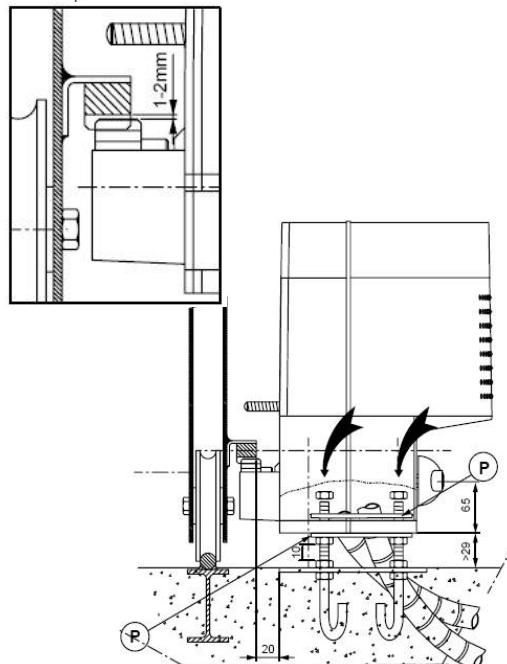
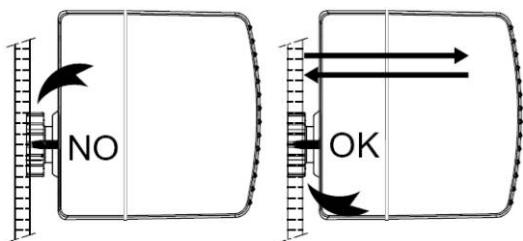

рис. 6
рис. 10
Подождите, пока бетон затвердеет, затем закрепите редуктор на пластине с помощью приложенных гаек и винтов как указано на рис.6:
- Установите две верхних пластины Р (рис. 6) и закрутите 4 блокировочных гайки моторедуктора.
Если движение створки не прямолинейно, отцентруйте крепежи линейки по отношению к звездочке вставками (рис. 10).
Отрегулируйте высоту моторедуктора так, чтобы образовался зазор приблизительно 2 мм между звездочкой и линейкой (рис. 6). Для этого отвинтите приблизительно по 2 мм четырех гаек M10 под моторедуктором и, затем зафиксируйте 4 верхних гайки. Убедитесь в параллельности и центровке звездочки- линейка (рис. 10).